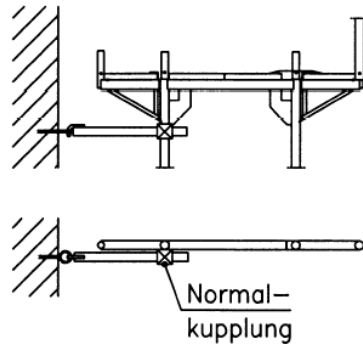

Bild 20e: Gerüsthalter
- Gerüsthalter, die direkt unter den Knotenblechen mit Normalkupplungen am Innenständer angeschlossen werden (Bild 20e).